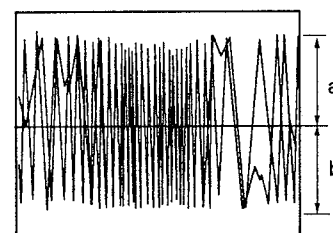

Fig.3 Erreur TRK maximale
6. Tourner le tournevis dans le sens anti-horaire jusqu'à ce que l'amplitude de la forme d'onde atteigne le premier maximum à partir du point nul. (Voir Fig.3)
1. Ajuster VR602 de sorte que les niveaux positif et négatif de l'amplitude de forme d'onde d'erreur TRK soient égaux. (Voir Fig.3.)